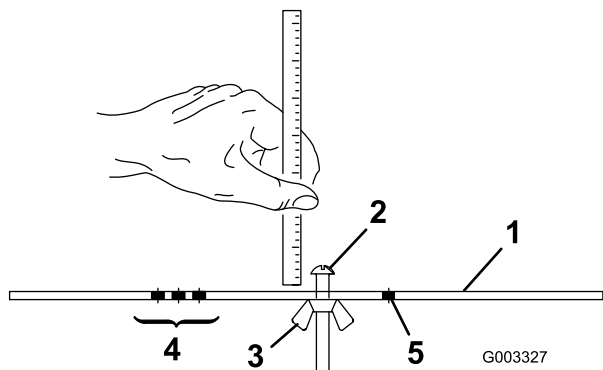

Figura 17
- Desaperte a porca da barra indicadora (Figura 17) e regule o parafuso de ajuste para a altura de corte desejada. A altura de corte corresponde à distância entre a parte inferior da cabeça do parafuso e a superfície da barra.